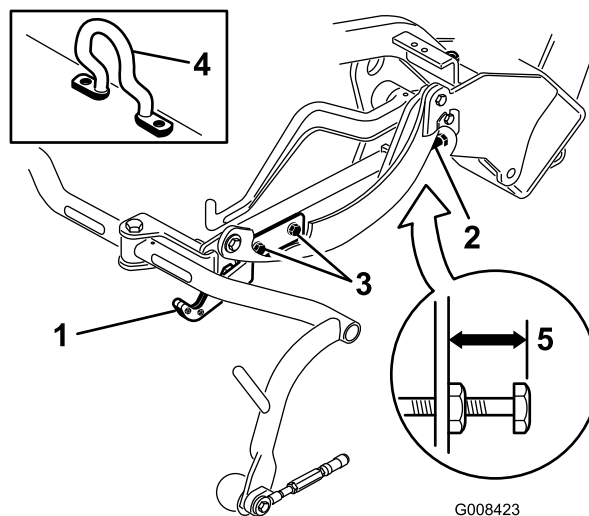
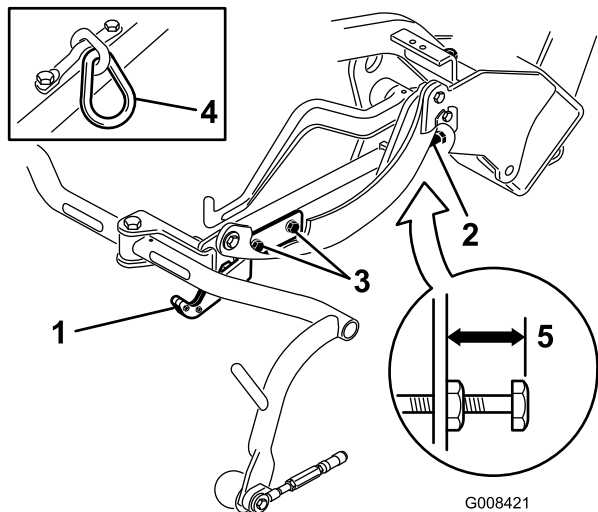
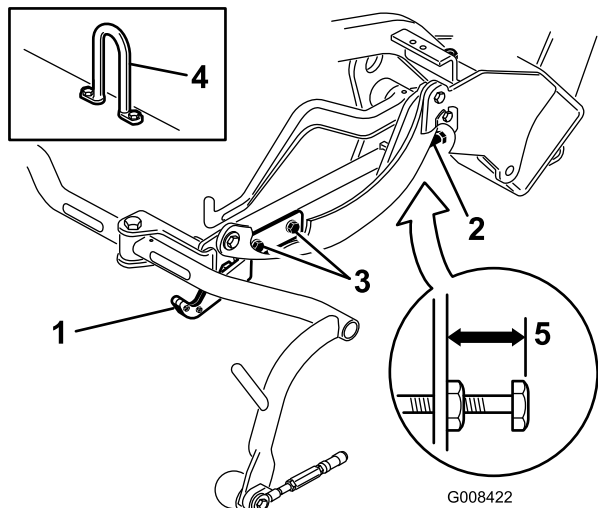

Figura 12
Figura 13
Figura 14
Verifique a altura de transporte (Figura 13 e Figura 14) e ajuste-a, se necessário.
2. Em unidades de corte equipadas com um elo de corrente ou um gancho de elevação desviado (Figura 12, em destaque) verifique se a distância a partir da parte superior do parafuso de ajuste da estrutura de suporte até à parte posterior da estrutura de suporte é de 25 mm. Se a distância não for de 25 mm, avance para o passo 4.
3. Em unidades de corte equipadas com um elo de corrente ou um cilindro de elevação recto (Figura 13 e Figura 14, em destaque) verifique se a distância a partir
da parte superior do parafuso de ajuste da estrutura de suporte até à parte posterior da estrutura de suporte é de 22 mm. Se a distância não for de 22 mm, passe ao passo 4. Se a unidade de corte estiver equipada com uma articulação de elevação desviada (Figura 12), avance para o passo seguinte.
- 4. Desaperte os parafusos de montagem da placa de transporte (Figura 13, Figura 14 e Figura 12).
- 7. Se as estruturas de suporte não estiverem à mesma altura, desaperte a porca de bloqueio no parafuso de ajuste da estrutura de suporte (Figura 12, Figura 13 e Figura 14). Rode o parafuso para fora para elevar e para dentro para descer. Aperte a porca de bloqueio depois de alcançar a altura adequada.